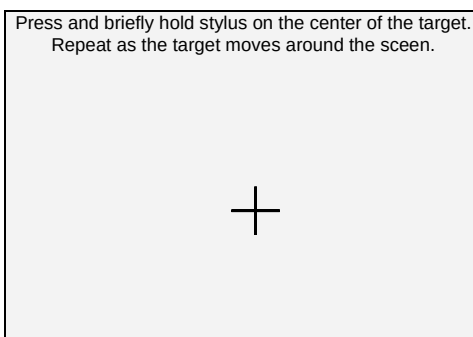

Fig. 17: Ecrã de calibração “ecrã táctil”
2. Premindo e mantendo ligeiramente premido o apontador PT400 no ponto central da cruz no display (consultar a Fig. 17) arrastá-la para os quatro cantos do display.